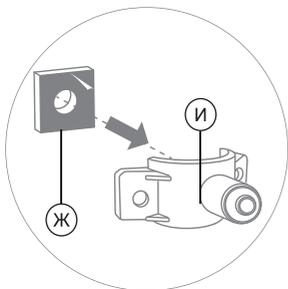

Рис. 9
2. Снимите с уплотнительной прокладки (Ж) защитную пленку. Приклейте прокладку с внутренней стороны хомута (И), одновременно совмещая отверстие в прокладке с выходным отверстием в хомуте (рис. 9).